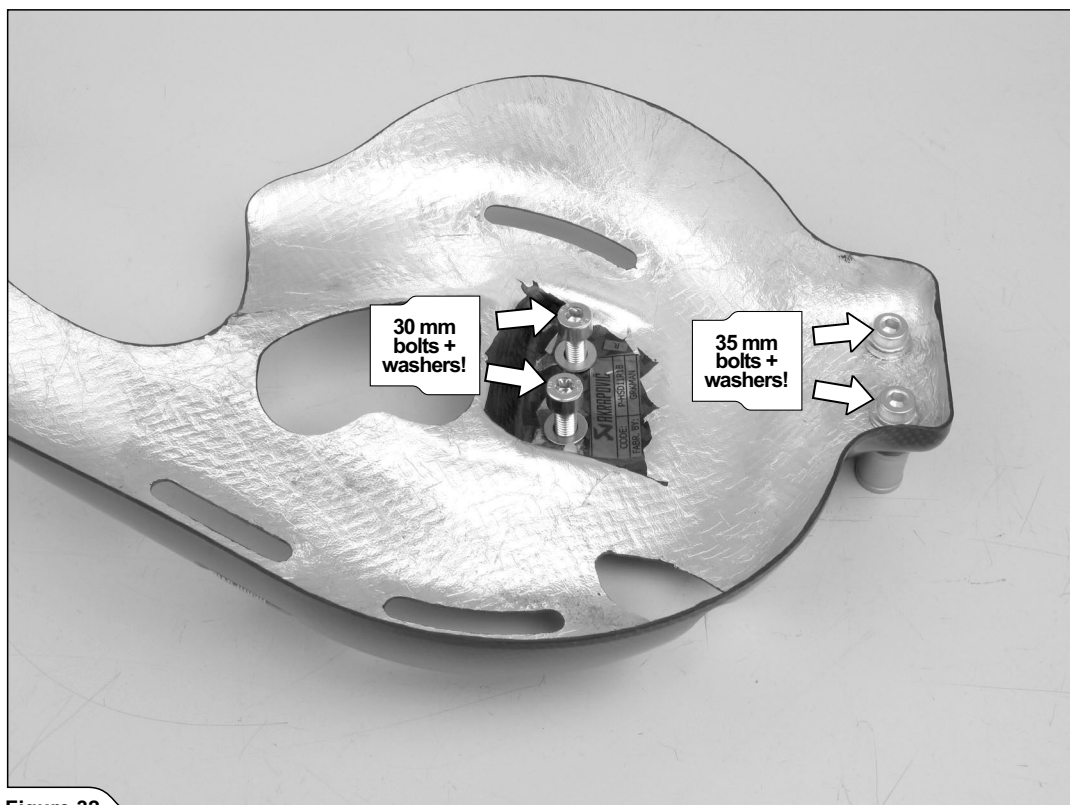

Figure 32
6. Seulement pour utilisation avec repose-pieds passager : installer le pare-chaleur sur le sous-cadre en utilisant les entretoises, les boulons et les rondelles contenus dans le kit d'installation Akrapovič (Figures 32, 33, 34).
6. Nur bei Verwendung ohne Beifahrerfußrasten: den Wärmeschutz am Heckrahmen befestigen, dazu die Distanzstücke, die Schrauben und die Unterlegscheiben aus dem Akrapovič Installationskit verwenden (Figure 32, 33).